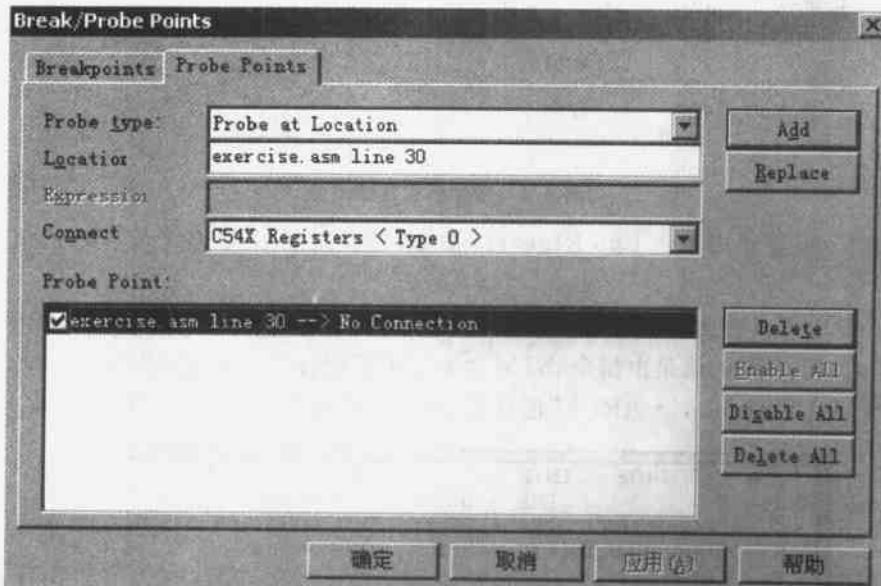

图 6.2 探测点设置窗口
也可以在 Debug 菜单上单击 Probe Points 命令,会弹出如图 6.2 所示的探测点设置窗口。可以在探测点设置窗口中设置、删除和连接探测点。
(2) 在 Debug 菜单上单击 Probe Points 命令,在弹出如图 6.2 所示的窗口中建立连接。从 Connect 栏中选择 C54X Registers < Type 0 > 选项,然后单击“确定”按钮,连接建立完成后,即可在设置好探测点和断点的情况下观察 CPU 寄存器的值。